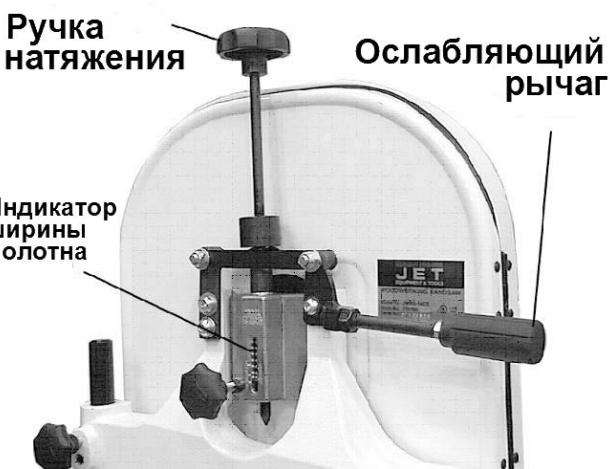
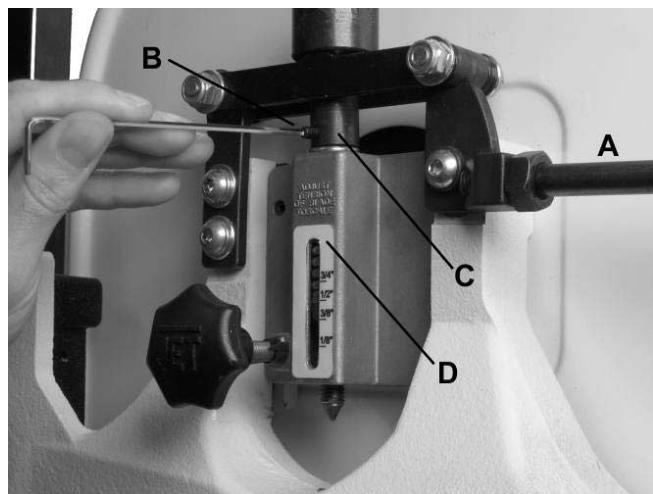

Рисунок 6.
Рисунок 8.
2. Ослабьте натяжение полотна путем нажатия на ослабляющий рычаг (рис. 6).
3. Поверните ручку натяжения полотна (Рис. 6) по часовой стрелке, чтобы увеличить натяжение. Индикатор ширины полотна (D, Рис. 8) отображает примерное натяжение в соответствие с шириной пильной ленты. Поначалу устанавливайте натяжение полотна из условий ширины полотна.*
7. При помощи торцевого шестигранного ключа 2,5 мм ослабьте установочный винт (B, Рис. 8) в нижней втулке (C, Рис. 8).
8. Используя плоскогубцы поверните втулку (C, Рис. 8) только на 1-2 оборота.
9. Затяните установочный винт (B, Рис. 8) и проверьте правильность натяжения. При необходимости повторите операцию.